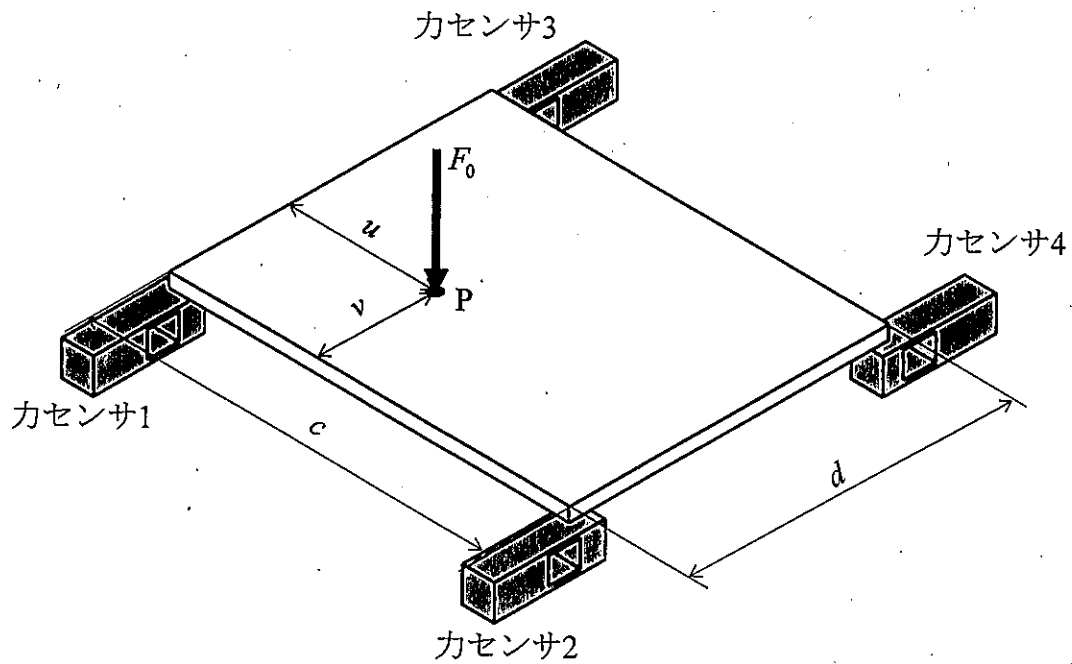

図 3-4
- (7) 図 3-4 に示すように、4つの力センサを使ったタッチパネルを考える。パネルに垂直な力  $F_0$  をパネル上の点  $P(u, v)$  に加えたとき、力センサ 1, 2, 3, 4 の出力はそれぞれ  $F_1, F_2, F_3, F_4$  であった。力  $F_0$  と、その位置  $(u, v)$  を、 $F_1, F_2, F_3, F_4, c, d$  を使って示せ。